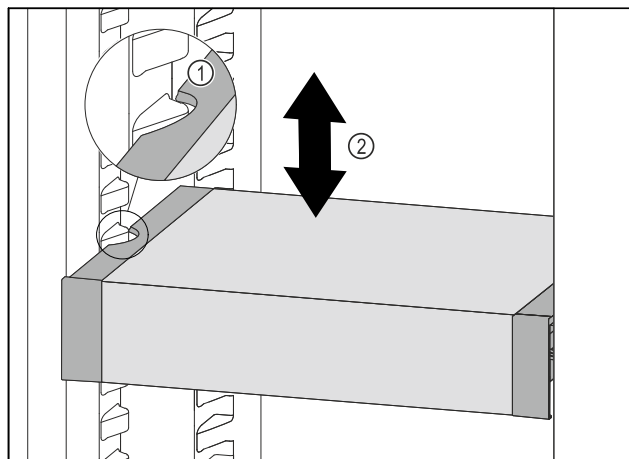

Fig. 103
- VarioSafe vucite prema naprijed sve dok se bočni otvori VarioSafe ladice ne nađu na visini žlijeba spremnika u hladnjaku. Fig. 103 (1)
- Pomičite ladicu VarioSafe u hladnjaku prema gore ili dolje sve dok ne dosegnete željenu visinu. Fig. 103 (2)